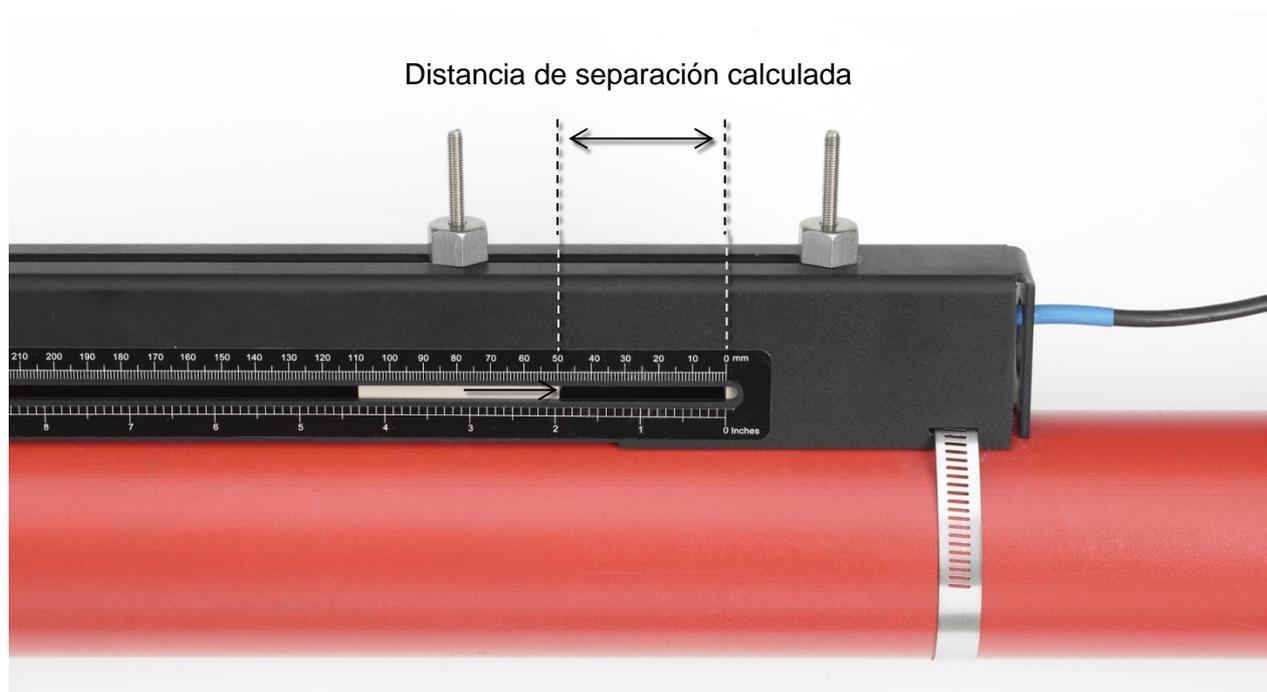

Figura 16 Ajuste de la separación entre transductores
- Coloque el transductor de señal ascendente de manera que la cara interior del transductor quede ajustada a la distancia de separación necesaria en la regla, tal y como se muestra en la Figura 16.